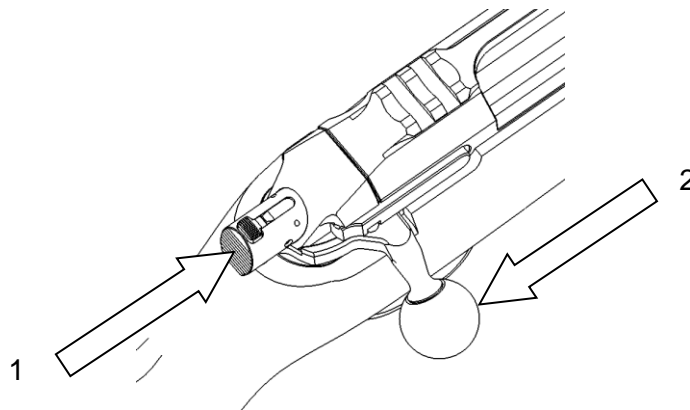

Bild 4
Zum Entsichern: mit dem Daumen den Spanschieber (Sicherungsschieber) leicht nach vorne (1) schieben (ca. 2 mm). Gleichzeitig mit Zeige und Mittelfinger den Kammergriff nach hinten (2) schwenken (entriegeln), dann den Verschluss gerade zurückziehen (Bild 4).
- 3) den Verschluss mit dem Daumendruck entriegeln und bis zum Anschlag zurückziehen (Bild 4).
- 2) Kammer öffnen (Bild 4).
- 1) Kammer öffnen (Bild 4).